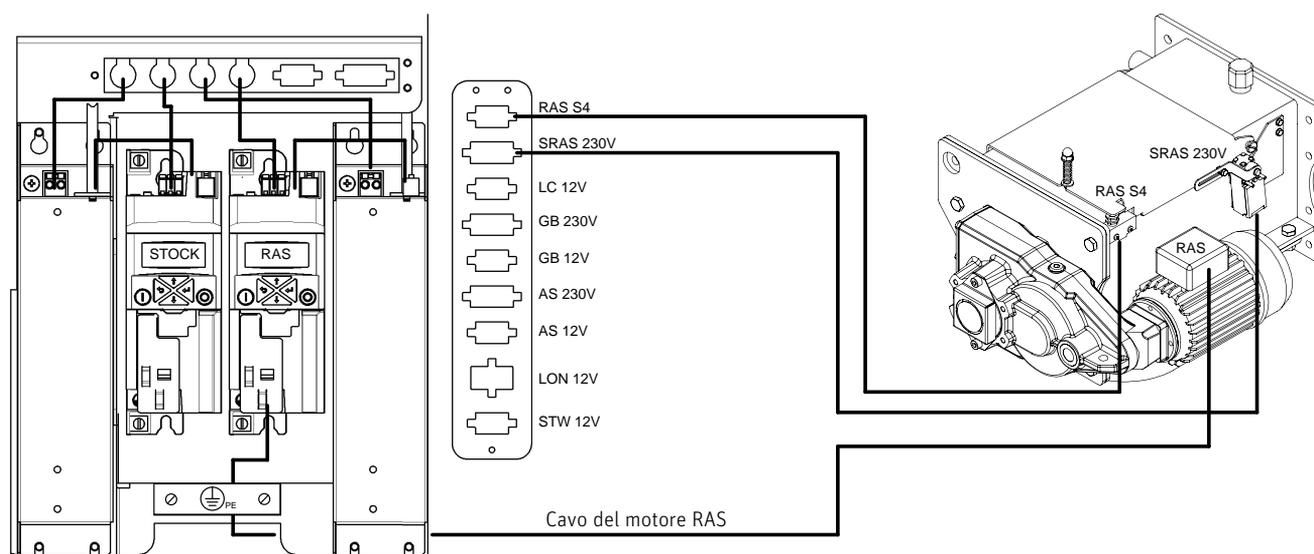

Fig. 136 Inserire le spine RAS S4 e SRAS 230V dell'unità di trasferimento
- Inserire i due cavi (RAS S4 e SRAS 230V) dell'unità di trasferimento nella consolle di collegamento - Fig. 136.